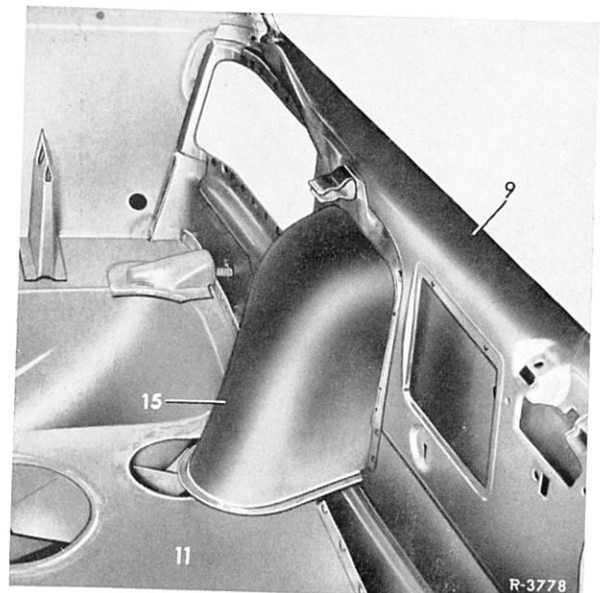

Bild 64-1/2
8 Schweißflansch der Abdeckung (15) für den Tankeinfüllstutzen mit einem Stecheisen vom Heckboden (11) abtrennen (Bild 64-1/2).